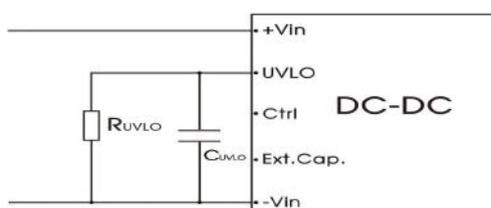

图 9
- 3.UVLO引脚可以通过外部电阻Ruvlo调节输入欠压保护点,Ruvlo的具体数值请参考图9:如果该引脚悬空,欠压保护点为11V。
3. 电阻R_{UVLO}用于调节输入欠压保护点，取值可参考图9。